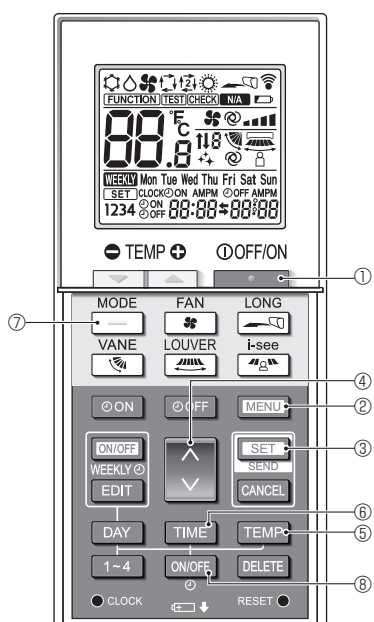

Fig. 7-9
1. Pulse el botón **TEMP** ① para detener el acondicionador de aire.
2. Pulse el botón **MENU** ②.
Se mostrará la pantalla de configuración de funciones y parpadeará el n.º de función ④. (Fig. 7-9)